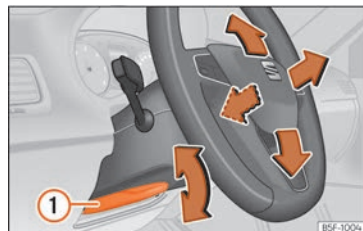

**Fig. 20** Leva nella parte inferiore del lato sinistro del piantone dello sterzo.
- Regolazione della posizione del volante: tirare la leva » » » **fig. 20** ① verso il basso, muovere il volante verso la posizione desiderata e risollevare la leva fino al punto di chiusura.